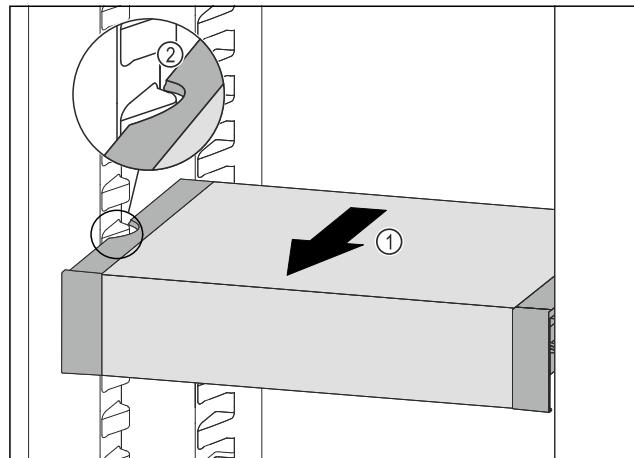

Fig. 45
- Потягнути VarioSafe вперед Fig. 45 (1), поки бокові заглиблення VarioSafe не опиняться на рівні ребра для резервуара в охолоджувальному відділенні. Fig. 45 (2)